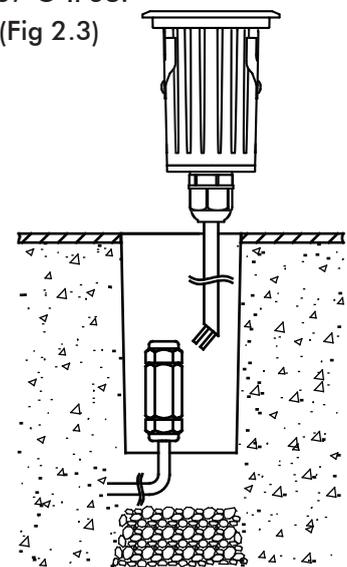

Fig 2.3
- 2.3 Collegare il cavo di montaggio dell'illuminazione alla scatola di giunzione. (Fig 2.3)